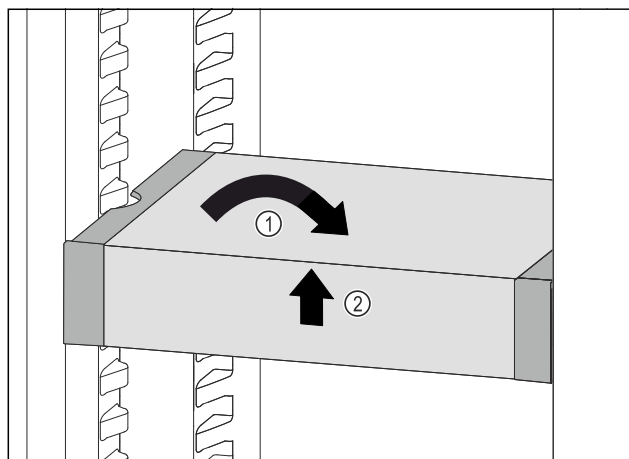

Fig. 113
- Вирівняти VarioSafe. Fig. 113 (1)
- Підняти VarioSafe спереду. Fig. 113 (2)